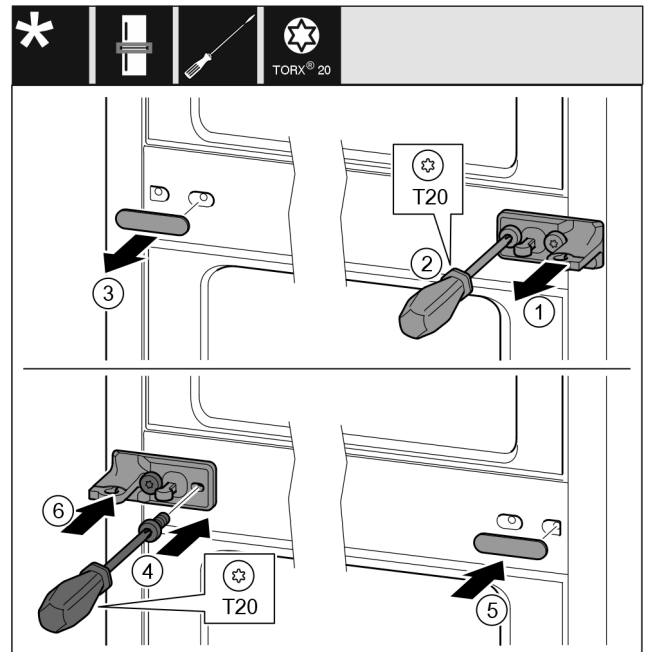

Fig. 13
- Зніміть планку Fig. 13 (1).
- Викрутіть гвинти Fig. 13 (2) за допомогою викрутки.
- Обережно зніміть кришку Fig. 13 (3).
- Поверніть опорний кронштейн з плівкою Fig. 13 (4) на 180° та закріпіть гвинтами з іншого боку.
- Поверніть кришку Fig. 13 (5) на 180° і встановіть її з іншого боку.
- Встановіть планку Fig. 13 (6) спереду.